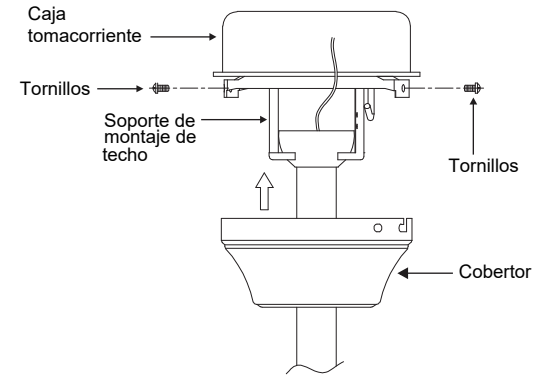

Fig. 12
Paso 2. Deslice el cobertor hacia arriba hasta el techo y ajústelo al soporte de montaje de techo utilizando 4 tornillos en el borde superior del soporte de montaje. Inserte cada tornillo en el orificio de montaje del cobertor y en el soporte de montaje. Ajuste bien todos los tornillos. (Fig. 12)